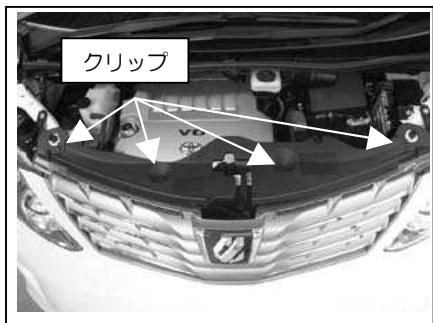

図1
- ①クリップ4ヶ所を外しグリル上のカバーを取り外し、バッテリーを取り外します。図1参照